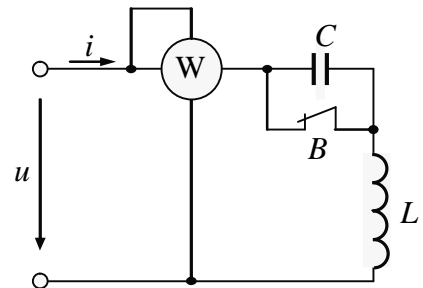

Рис. 3.12
**3.9.** Визначити покази ватметра  $W$  в електричному колі змінного струму (рис. 3.12) при замкненому і розімкненому вимикачі  $B$ . Напруга джерела живлення  $U = 100$  В, активний і реактивний опір:  $R = X_L = X_C = 5$  Ом.